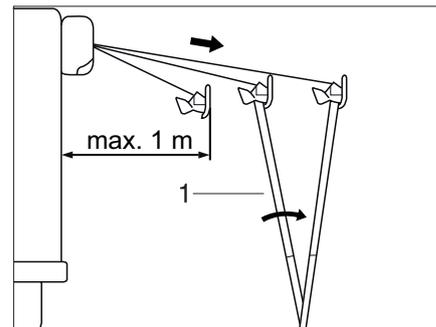

Fig. 12 Mettre en place le store extérieur
- ▶ Déployer les pieds d'appui (Fig. 12,1) et les poser sur le sol.
- ▶ Retirer les sardines des pieds d'appui (Fig. 12,1).